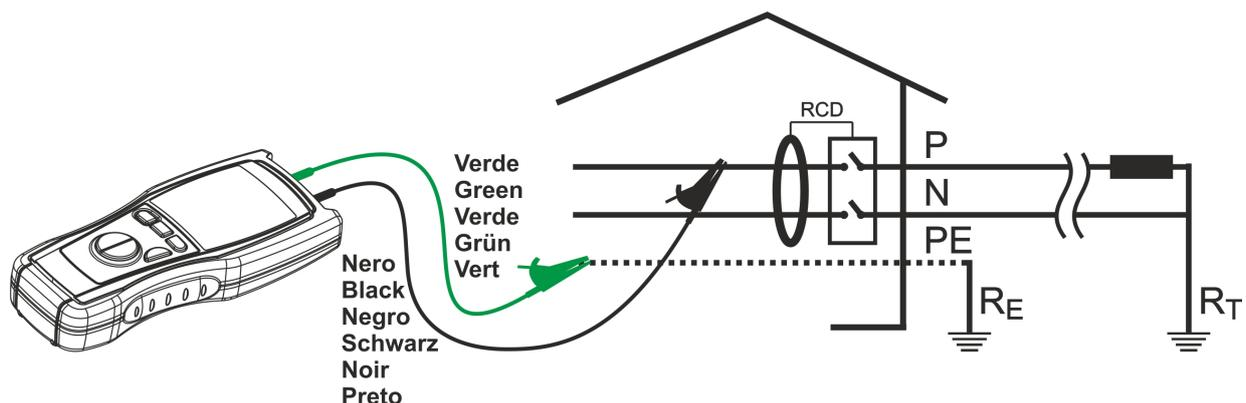

Fig. 11: Ligação dos terminais do instrumento
5. Ligar os terminais do instrumento ao condutor do qual se pretende medir o isolamento (ver Fig. 11)